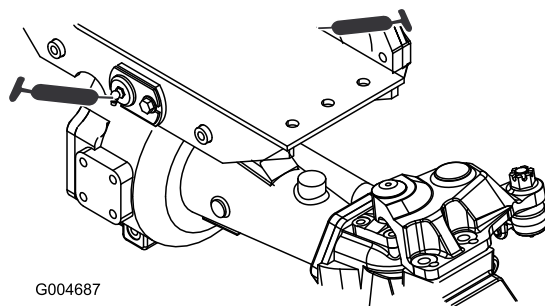

Bild 38
- Drehbüchsen an der Vorder- und Hinterachse (2) (Bild 38)